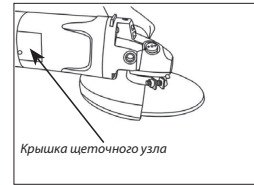

Рис. 7
3. С помощью отвертки выкрутите крышку щеточного узла. Достаньте угольную щетку, вставьте на ее место новую. (Рис. 7)